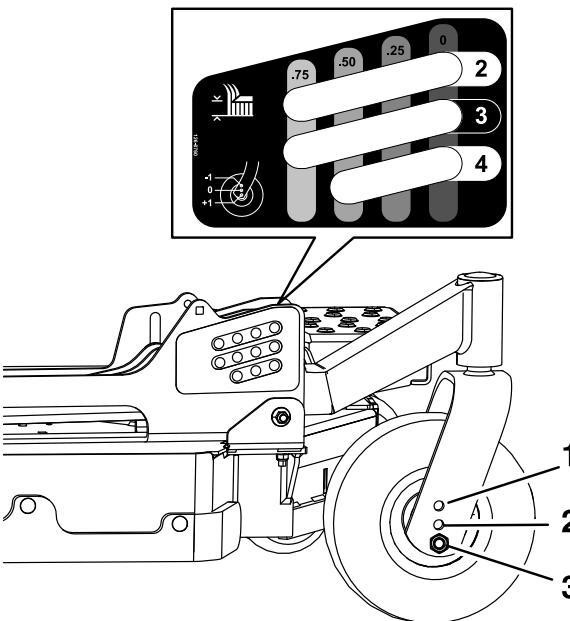

Figura 29
- B. Coloque las ruedas de ajuste delantera y trasera en los taladros correspondientes (consulte la tabla siguiente, y la Figura 29) e instale las fijaciones de montaje.